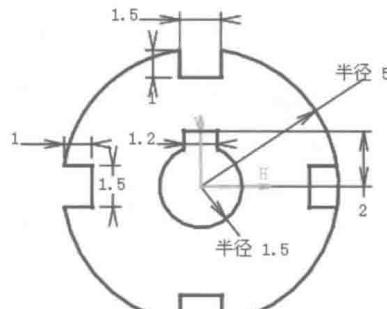
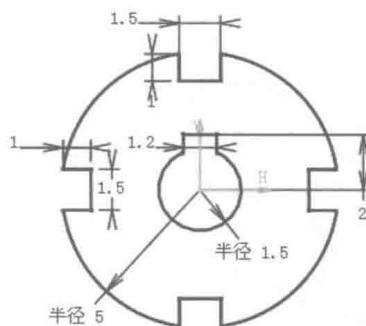

图 2.8 镜像
图 2.9 修剪草图
Step8. 创建图 2.8 所示的镜像。选择下拉菜单 **插入** → **操作** → **变换** →
**快速修剪** 命令；选取图 2.8 所示的修剪部分，修剪后的图形如图 2.9 所示。